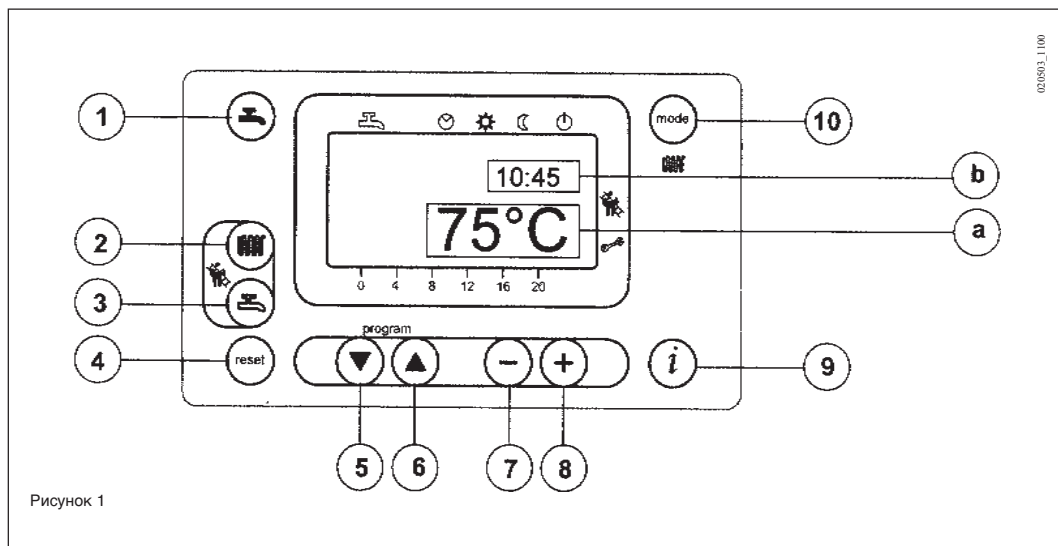

Рисунок 1
- Нажать кнопку  (поз. 2 на рис. 1) для регулировки температуры воды системы отопления.
- Нажать одну из этих двух кнопок   (поз. 1 или 10 на рис. 1) для записи заданного параметра в память и возврата к главному меню.
**Примечание** - Если к котлу подключен внешний зонд, при помощи кнопки  (поз. 2 на рис. 1) можно смещать кривую отопления. Нажать кнопки   для уменьшения или увеличения комнатной температуры обогреваемого помещения.
- Нажать кнопку  (поз. 3 на рис. 1) для регулировки максимальной температуры хозяйственной воды.